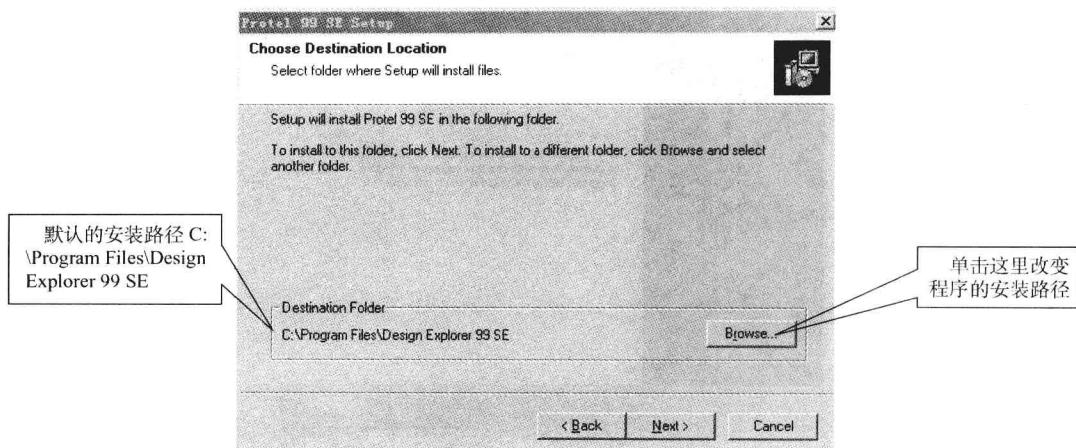

图 1-3 “Choose Destination Location” 对话框
3) 单击“**Next >**”按钮，弹出“Choose Destination Location”对话框，如图 1-3 所示。安装程序默认的安装路径是 C:\Program Files\Design Explorer 99 SE，单击“**Browse...**”按钮，即可更改程序的安装路径，确定 Protel 99 SE 安装路径。